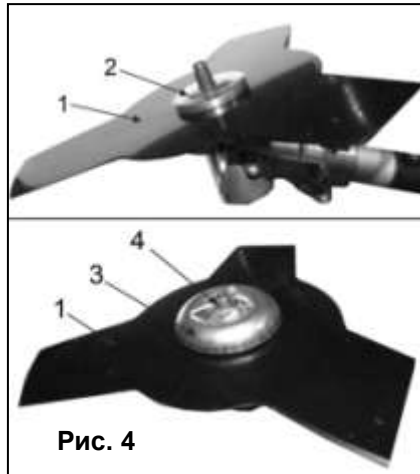

Рис. 4
- Извлеките шплинт (4)(См. Рис.4) из отверстия, расположенного на конце вала.
- Установить режущий нож (1)(См. Рис.4) на ступицу изделия таким образом, чтобы сторона с надписями была обращена к ступице.
- Убедитесь, что режущий нож (1)(См. Рис.4) правильно отцентрирован, и плотно сел на посадочный вал ступицы.
- Установите на вал фиксирующую фланцевую шайбу (2)(См. Рис.4) выпуклой стороной наружу.
- Установите поверх фланцевой шайбы (2) защитную крышку (3)(См. Рис.4).
- Установите шплинт (4)(См. Рис.4) в отверстие на конце вала. Выньте стопор из отверстия в чаше редуктора.
- Извлеките шплинт (4)(См. Рис.4) из отверстия на конце вала.